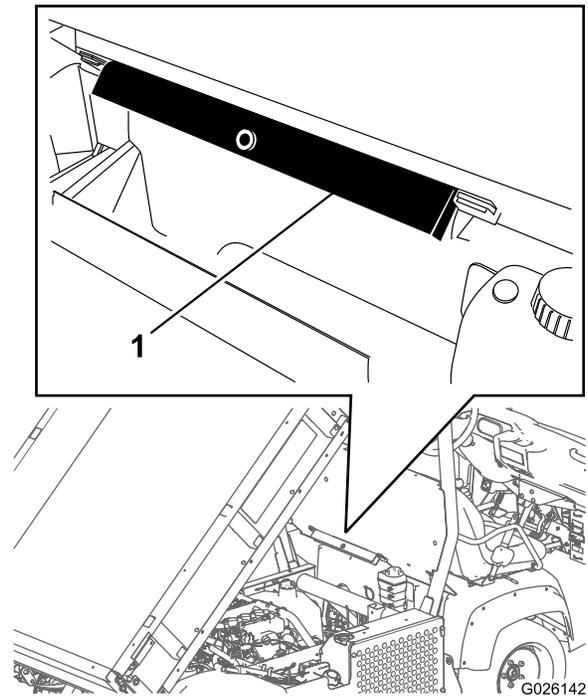

Figura 38
2. Retire o suporte da plataforma dos suportes existentes na parte de trás do painel do sistema ROPS (Figura 38).